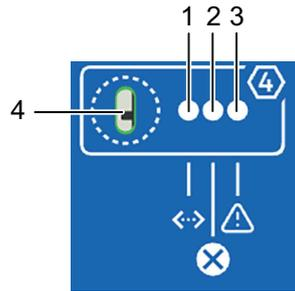

图 7: 状态 LED 和校准开关, 以 Stream 4 为示例
- 测量进行中（绿色），见图 7，位置 1
- 警告（黄色），见图 7，位置 2
- 警报 / 故障 / 错误（红色），见图 7，位置 3
校准开关（见图 7，位置 4）用于为对应的 Stream 联锁所做的认证设置。可以用附加工具在垂直方向上上下移动它，并且会针对认证应用用一个认证印记（铅封）加以固定。